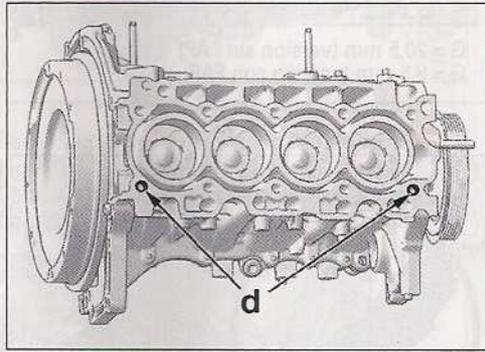

FIG. 84
- Comprobar la presencia de los pasadores (d) (Fig.84).